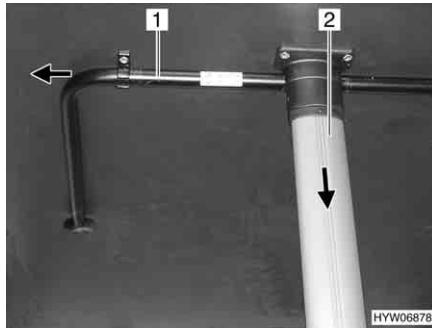

Bild 88 Hängetisch mit Klappfuß und Stütze
- Die Stütze (Bild 88,1) in Pfeilrichtung drücken und ausklappen.
- Den Tischfuß (Bild 88,2) in Pfeilrichtung ziehen und einklappen.